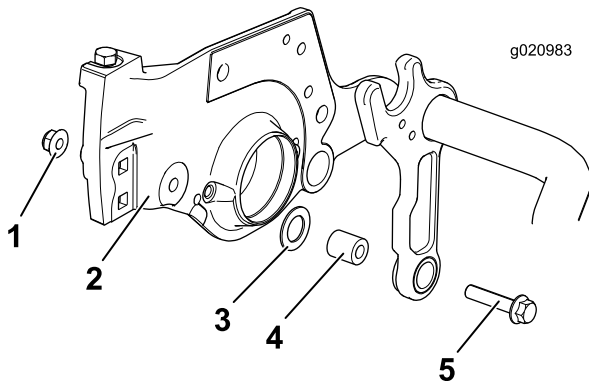

Figura 4
- Retire la tuerca, la arandela plana y el espaciador existentes; deseche el espaciador y guarde la tuerca y la arandela plana (Figura 4).